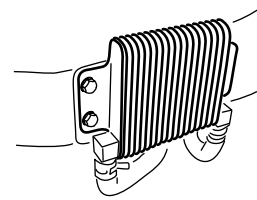

**Bild 66**
3. Entfernen Sie den Staubdeckel vom Laufrad und ziehen Sie die Sicherungsmutter an (Bild 66).
4. Ziehen Sie die Mutter so weit an, bis die Federscheiben flach sind. Drehen Sie dann 1/4 Drehung zurück, damit Sie die Vorlast korrekt auf die Lager verteilen können (Bild 66).
**Wichtig:** Achten Sie darauf, dass die Federscheiben richtig eingesetzt sind, siehe Bild 66.
5. Setzen Sie den Staubdeckel auf (Bild 66).